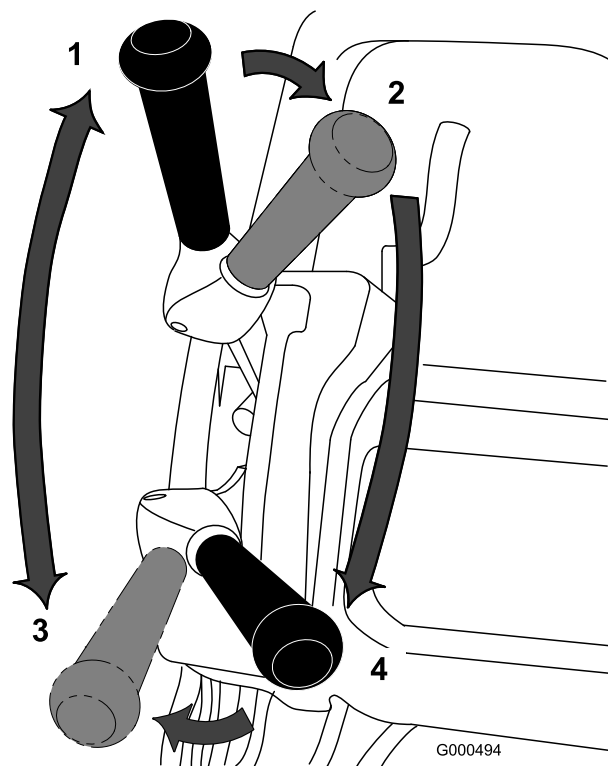

図 30
1. エンジンを始動、スロットルを下げ、ハンドルを押し下げてカッティングユニットを上げ、オペレータコントロールを握り、走行レバーを入にセットして、グリーンのカラー縁に入る 図 30。
2. 走行レバーを解除し、リールレバーを回転側に倒す 図 30。
3. 走行レバーを走行に入れ、スロットルで希望の走行速度に調整しグリーン入ってリールを下ろし、刈り込み作業を始める 図 30。